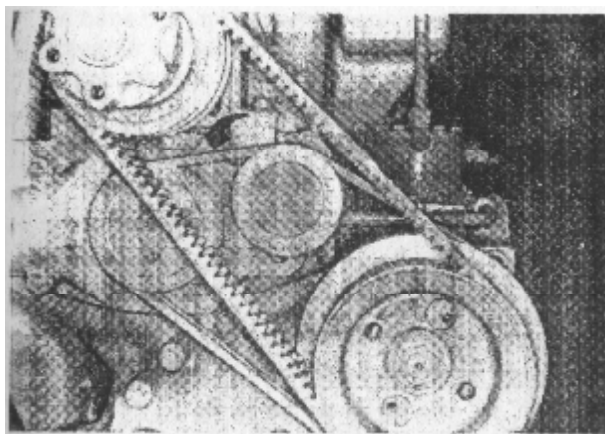

Рис. 2-5 (N11974) водяной насос – с натяжным шкивом
1. Освободить винты и стопорные шайбы или контргайки, крепящие натяжной шкив к кронштейну или водяному насосу. Рис. 2-5